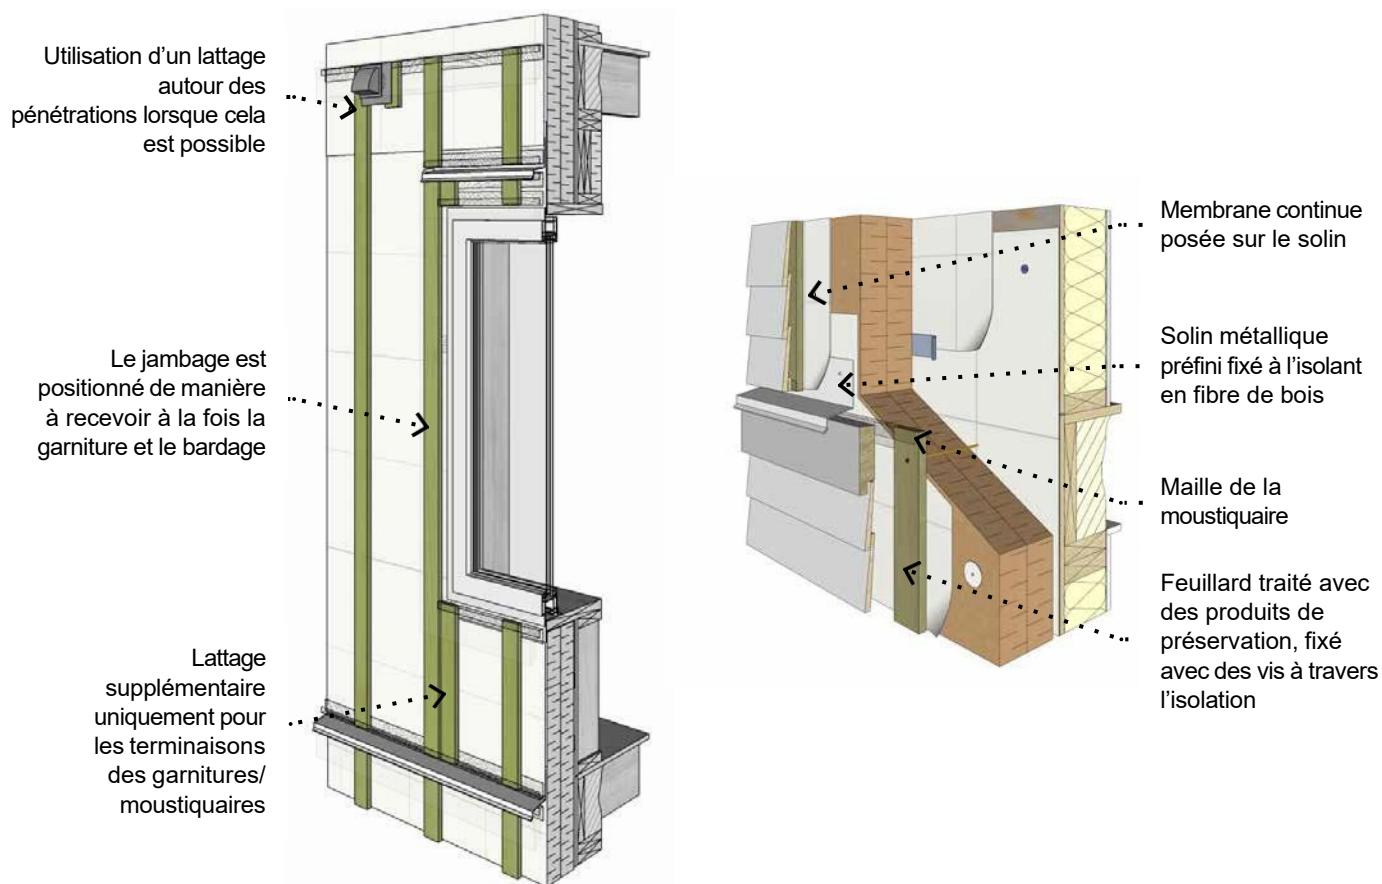

Figure 7 Exemples de disposition optimisée des lattes (à gauche) et de détails typiques d'un pare-pluie au niveau du solin de la ligne de plancher (à droite)
- › Utiliser un blocage intermittent pour recevoir les garnitures de terminaison et les solins qui traversent l'épaisseur de l'isolation extérieure (voir Figure 7 et les Détails de construction typiques à partir de la page 28).